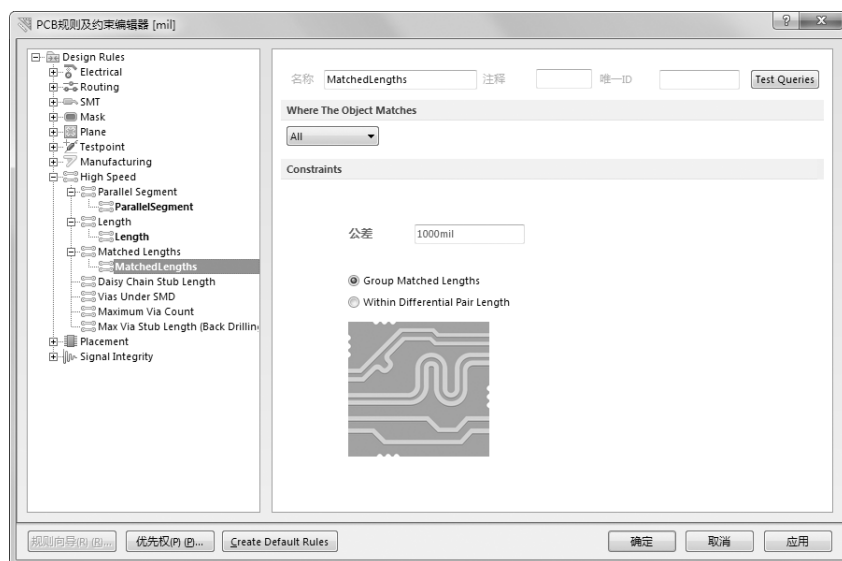

图 9-30 “Matched Net Lengths” 规则的设置对话框
(3) “Matched Lengths (匹配传输导线的长度规则)”：用于设置匹配网络传输导线的长度，如图 9-30 所示为该规则的设置对话框。在高速 PCB 设计中通常需要对部分网络的导线进行匹配布线，在该设置对话框中可以设置匹配走线的各项参数。